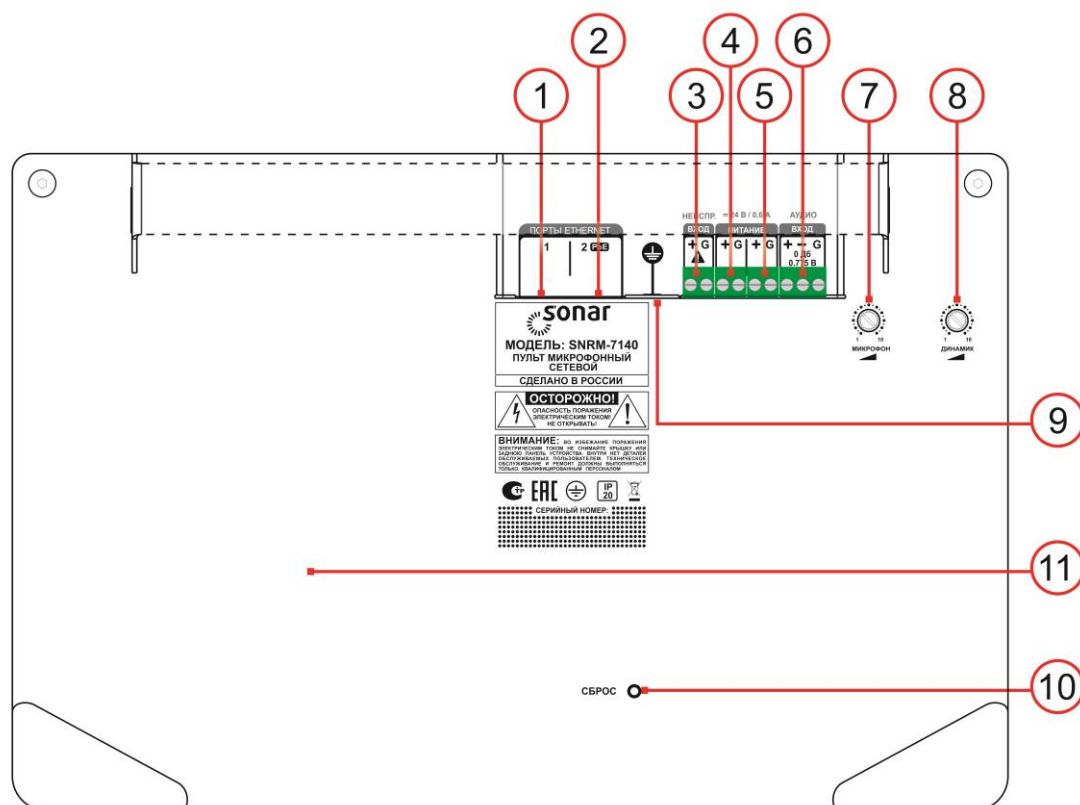

Рисунок 2
5.3 На задней панели пульта (*Рисунок 2*) расположены:
- ① – порт Ethernet № 1;
- ② – порт Ethernet № 2 с возможностью питания по PoE (стандарт IEEE 802.3af, класс 0);
- ③ – вход «НЕИСПР.» для приема сигнала неисправности типа «сухой контакт»;
- ④ – разъем основного питания 24 В, 0,6 А;
- ⑤ – разъем резервного питания 24 В, 0,6 А;
- ⑥ – вход «АУДИО» для приема аудио сигнала линейного уровня 0 дБ (0,775 В);
- ⑦ – регулятор уровня громкости микрофона;
- ⑧ – регулятор уровня громкости встроенного динамика;
- ⑨ – площадка под винт для присоединения заземляющего проводника;
- ⑩ – кнопка «СБРОС», возврат к заводским параметрам сетевых настроек;
- соединить клеммы разъема основного питания ИЛИ клеммы разъема резервного питания пульта (см. рисунок 2) с соответствующими клеммами источника питания проводниками сечением не менее 0,5 мм²;